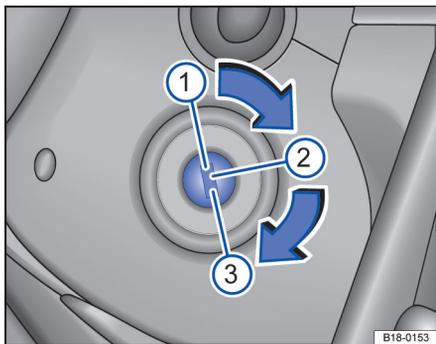

图 126 点火开关锁孔位置
- ① 切断点火开关电源/关闭发动机/锁止方向盘
点火钥匙处于该位置时⇒图 126①，关闭点火开关，发动机熄火，同时啮合方向盘锁止机构，锁止方向盘。
- 汽车处于静止状态时方可操作启动机（钥匙处于位置 ⇒ 图 126②），否则，将损坏发动机和启动机。
- 如果在发动机关闭的情况下长时间地把钥匙置于点火开关位置 ⇒ 图 126②，会导致汽车蓄电池亏电。